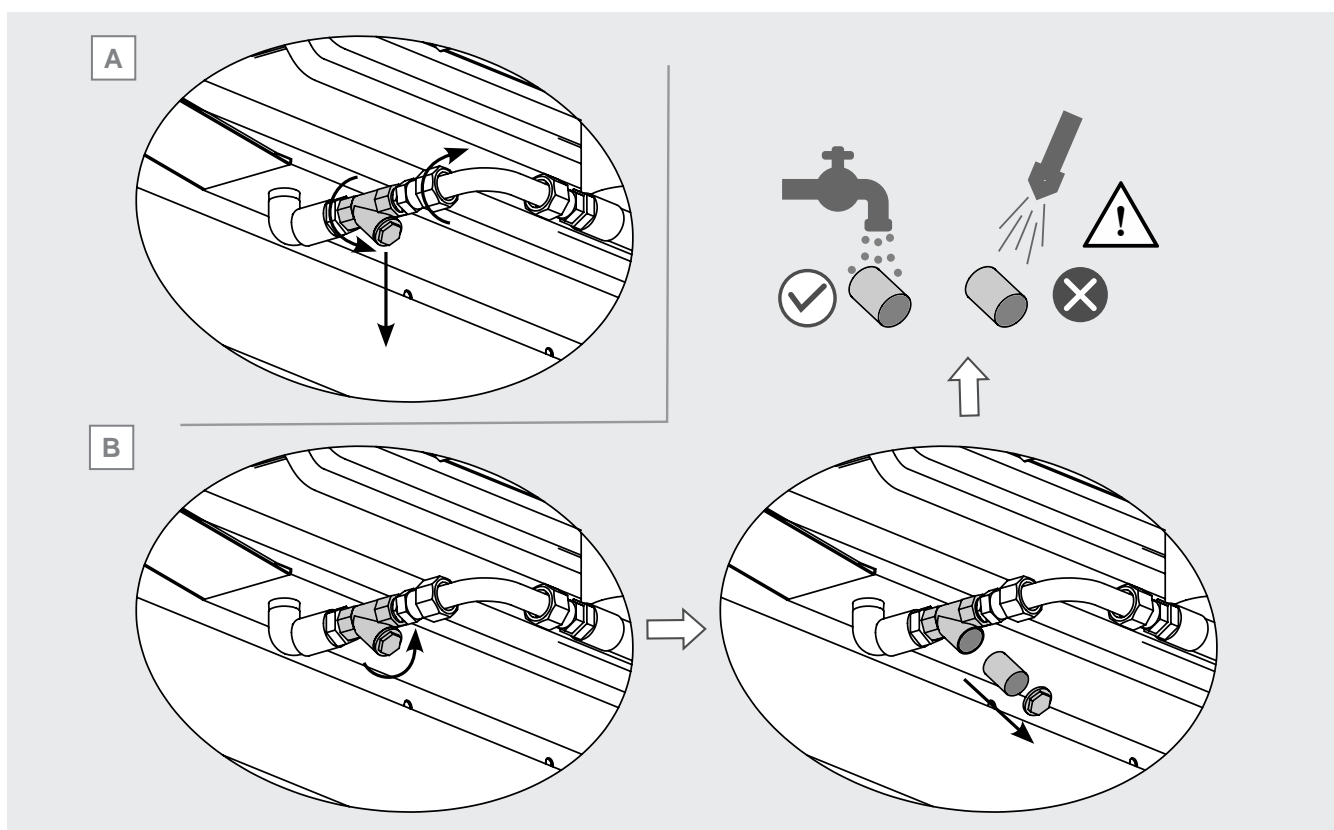

Figure 33
- 12.18.6 Si le filtre entier doit être remplacé, dévissez les raccords aux extrémités, voir la Figure 33 A d'abord le raccord rapide et ensuite l'écrou. Retirer le filtre et le remplacer par un nouveau aux mêmes dimensions et caractéristiques: attention à la pression indiquée sur le boîtier. Contacter Modine si nécessaire.
- 12.18.7 Pour nettoyer le filtre, dévisser le bouchon d'étanchéité situé en bas du corps, l'enlever et retirer le panier intérieur. Veiller à ne pas endommager le panier. Voir la Figure 33 B.